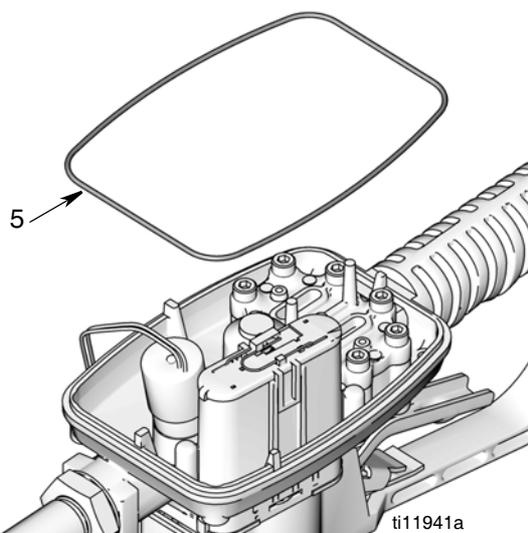

FIG. 35
7. Enlever et jeter le joint torique (5) (FIG. 35).